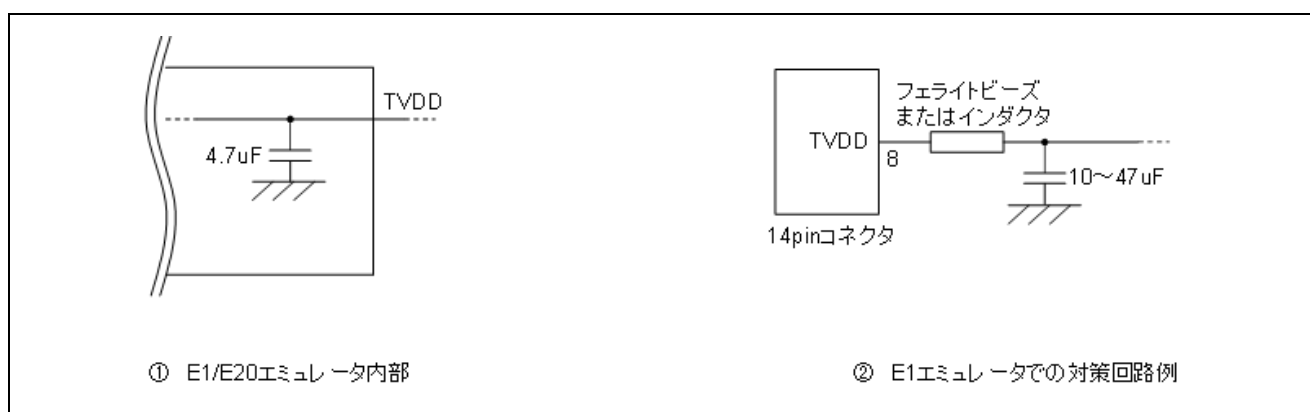

図 2-9 ホットプラグイン向け対策回路
ホットプラグイン接続を行う可能性がある場合には、下記のような回路構成にしておく必要があります。図 2-9 ①のように E1 エミュレータの 8 番ピンには、エミュレータ内部で 4.7 μ F のコンデンサが付いているため、ホットプラグイン接続を行う場合はユーザシステム上の電源電圧が一瞬低下する場合があります。この電圧降下により MCU リセットが発生する可能性があります。図 2-9 ②に示すように、エミュレータ接続コネクタの TVDD ラインの直近にフェライトビーズ(またはインダクタ)と低 ESR で大きめなコンデンサを付けることで症状を軽減することができますが、本対策は、電圧降下を完全に改善するものではありません。なお、ホットプラグイン接続はデバッグ時のみ有効な機能であり、本機能を使用する場合は、別売のホットプラグインアダプタが必要です。